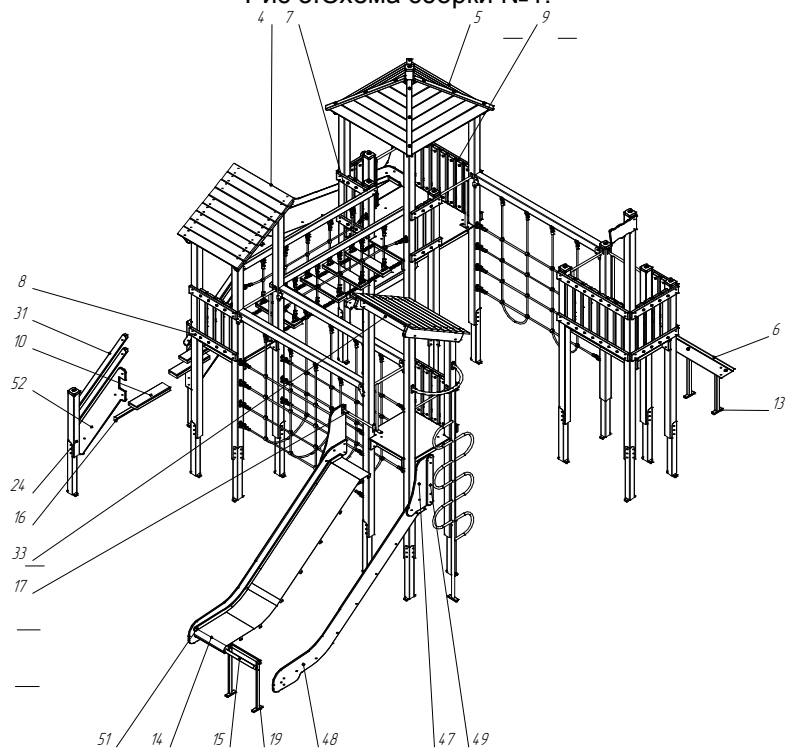

Рис.4. Схема сборки №2.
7. Установите ограждения (поз.7,8,9), согласно схеме на рис.4, с помощью саморезов 6х90, шайб 8 и составных колпачков 8 (по 72 шт.).